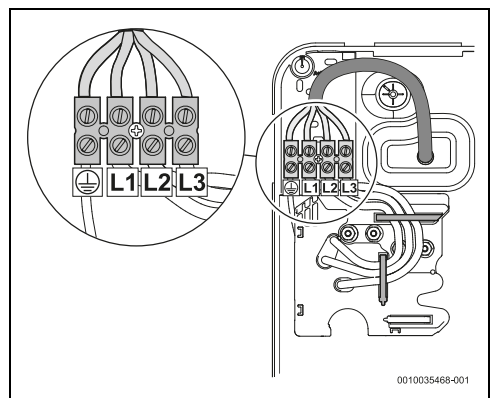

Fig. 36 Raccord supérieur
- Raccordement supérieur (fig. 36)